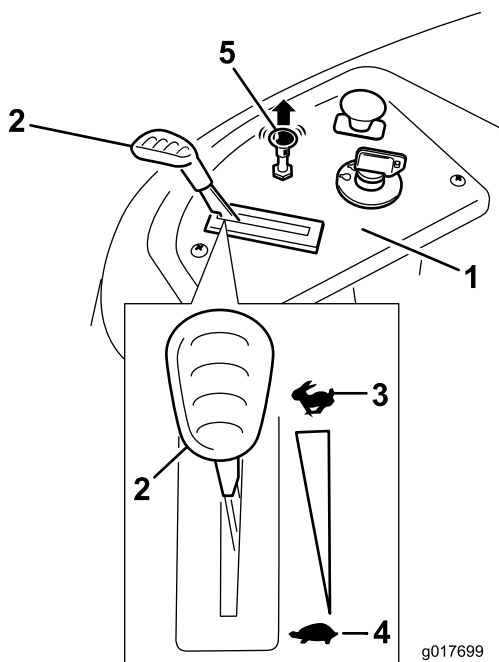

Figura 13
- 4. Si el motor está frío, tire hacia arriba del control del estárter (Figura 13).
- Mueva la palanca del acelerador a la posición de Rápido (Figura 13).